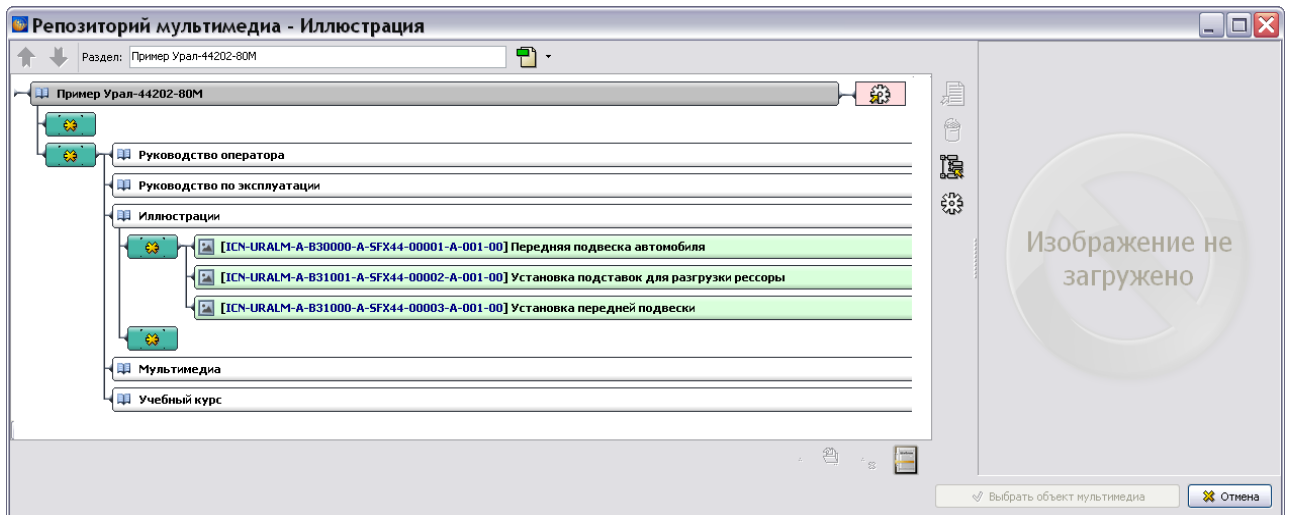

Рисунок 502
1) Выберите инструмент **Обновить данные из репозитория**  на **Панели инструментов для листов**. После этого появится окно **Репозиторий мультимедиа – Иллюстрация** (рисунок 502).